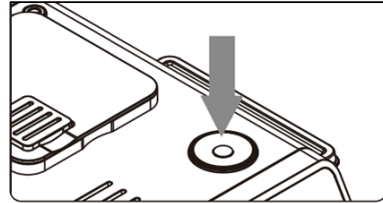

Abb. 2
- ⇒ Touchscreen-Display (1).
- ⇒ Controller (11), der sich auf der Oberseite der Kaffeemaschine befindet (Abb. 2).